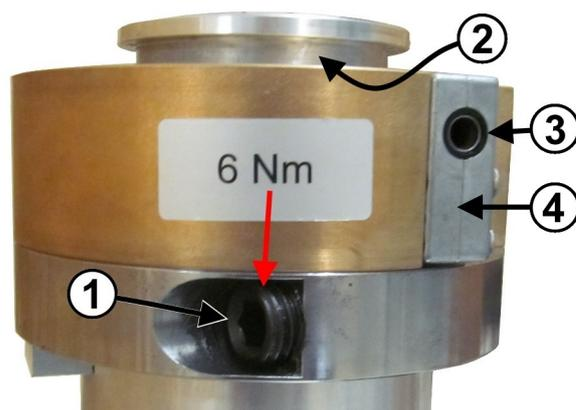
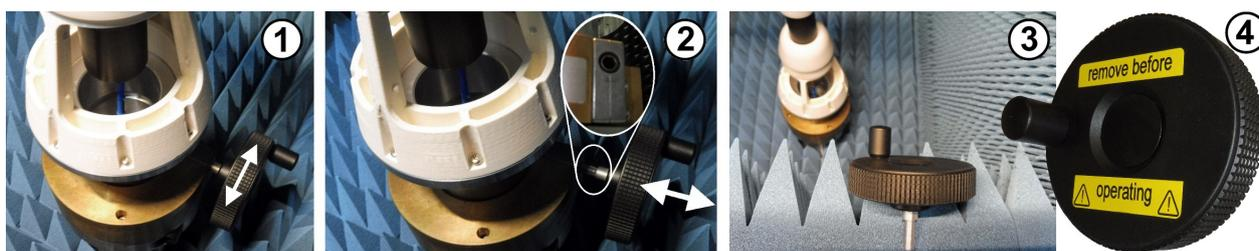
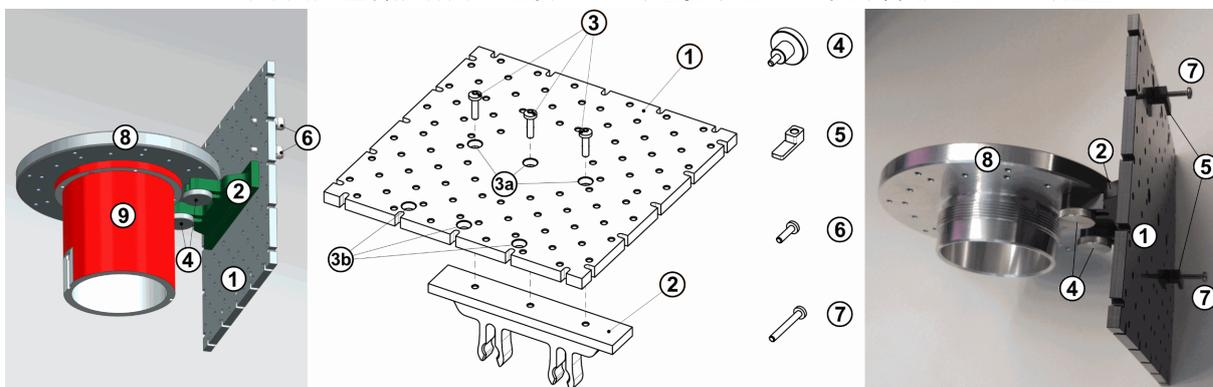

图 7-2: 带夹紧螺钉和曲柄传动装置的转盘
图 7-3: 转盘曲柄
图 7-8: 用于承载 DUT 和印刷电路板 (PCB) 的支架装置
4. 将曲柄（图 7-3 中标号 4）插入六角套筒（图 7-2 中标号 3）。
5. 旋转曲柄（图 7-3）直至根据水平激光十字准线将 DUT 调整到正确的高度。
- 5 = 用于升降转盘的曲柄传动装置（操作定位器臂之前，先取下曲柄，详情请参阅图 7-3）
- 专家用户已使用夹紧爪和螺钉（图 7-8 中标号 5 到 7）将 PCB 固定到 PCB 支架。
- 专家用户已将 DUT 支架的金属底座 (8) 固定到转盘 (9)。
- 专家用户已根据转盘曲柄（图 7-3）的位置将 PCB 支架固定在底座下方。
专家用户可以使用图 7-8 中的中心装配孔 (3a) 或侧边装配孔 (3b) 装配 PCB 支架装置。